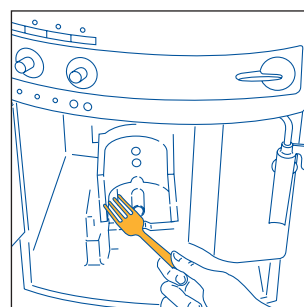

Рис. 30
- Для того, чтобы удалить кофе, прилипший к внутренней части, соскоблите его вилкой, рис. 30, а затем **при помощи пылесоса удалите всю грязь, рис. 31.**